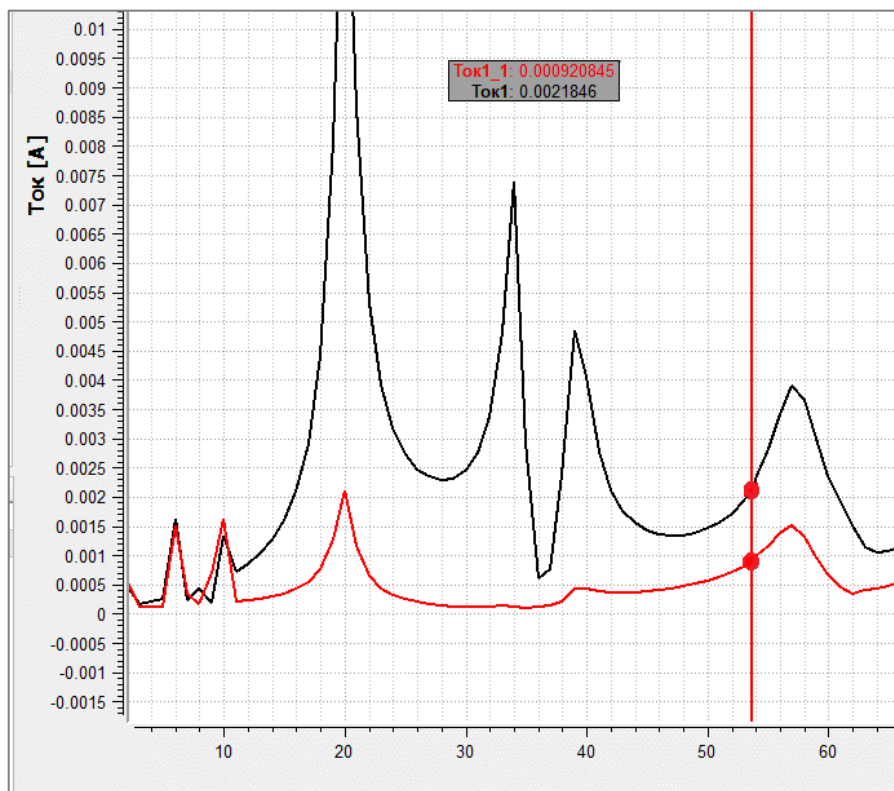

Рис. 232
18.12.3. При нажатии на кнопку  будет сформирована таблица значений графиков функций в точках пересечения с курсором (рис. 232). Таблицу можно перемещать в окне визуализации.